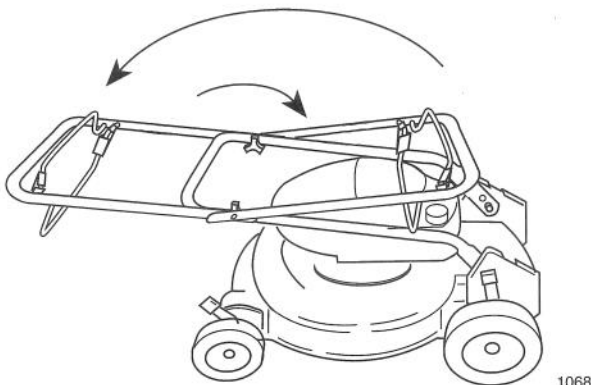

Figure 53
2. Basculer le guidon vers l'avant de la tondeuse (Fig. 53).